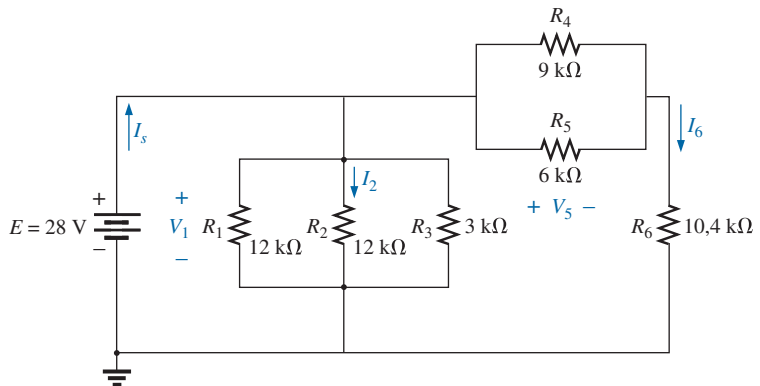

Figura 7.71 Problema 12.
- \*12. Considerando o circuito na Figura 7.71, calcule: